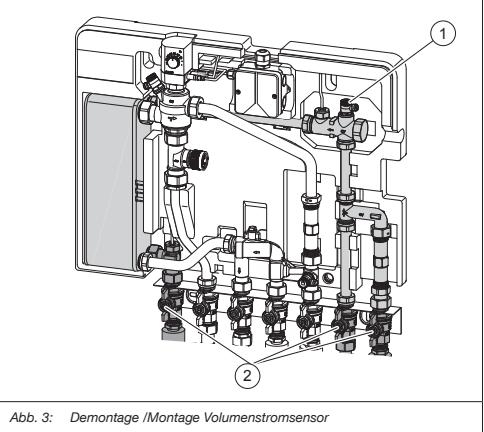

Abb. 3: Demontage /Montage Volumenstromsensor
- Schließen Sie die markierten 3 Kugelhähne (siehe Abb. 3 (2)) der Kugelhahnanschlussleiste.
- Öffnen Sie das Entlüftungsventil (siehe Abb. 3 (1)) am Volumenstromsensor, um die Leitung drucklos zu machen.